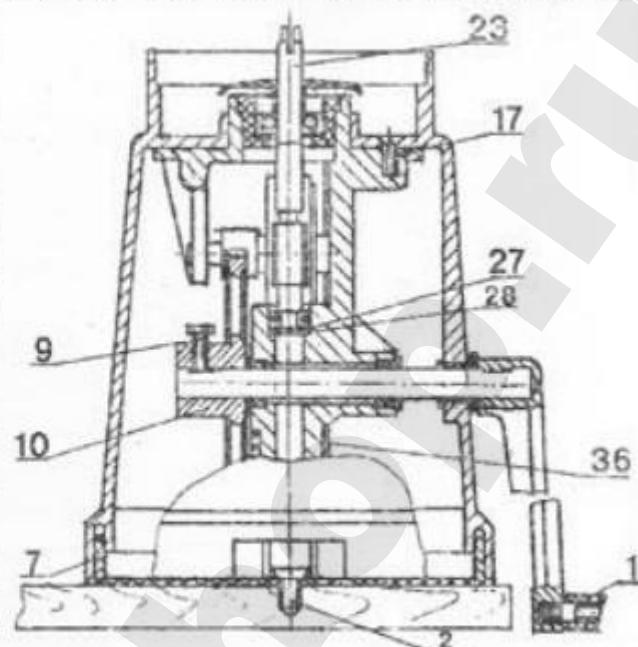

Рис. 2 Механизм сепаратора - сливкоотделителя
В корпусе привода размещается шестеренчатый механизм, собранный на отдельном кронштейне, который крепится к станине тремя винтами M6x12 (рис.2).
5.4. Регулировка веретена по высоте производится посредством шайб поз. 27, 28 (рис.2) на заводе - изготавлителе.
6.4. Крепление механизма сепаратора к рабочему столу (рис.2) производить в следующем порядке:
-положить на рабочий стол крышку поз.7 (рис.2) и налить в нее машинное масло индустриальное масло марки И-12А или И-20А, ГОСТ 20799-88 в количестве 180⁺²⁰ граммов;
-установить на крышку механизма сепаратора и закрепить его к рабочему столу шурупами поз.2 (рис.2).
6.5. Собранный барабан установить на веретено поз.23 (рис.2) так, чтобы штифт барабана вошел в паз веретена.
8.3. Для слива масла из картера станины необходимо механизм сепаратора открепить от рабочего стола и слить масло из крышки поз.7 (рис.2).
8.5. Один раз в полгода необходимо проверять затяжку винтов М6х12 (рис.2 поз.17). Винты должны быть затянуты до отказа. После затяжки винтов углубления должны быть замазаны пластилином.
8.6. В случае разборки сепаратора следует обеспечить соприкосновение стойки поз.36 (рис.2) и шестерней поз.10 (рис.2 и 3).